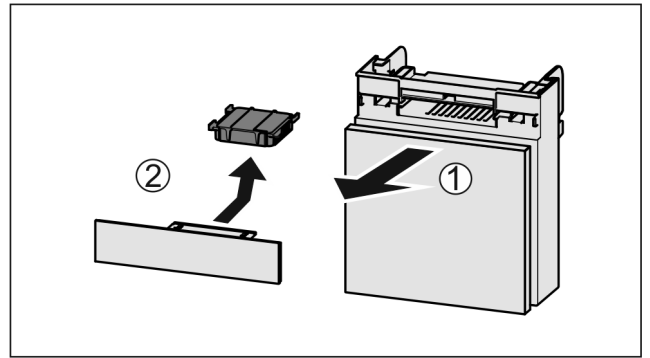

Fig. 52
- ▶ Издѐрпайте Fig. 52 (1) напред от отделениято.
- ▶ Извадете Fig. 52 (2) филтѐра с активен въглен.